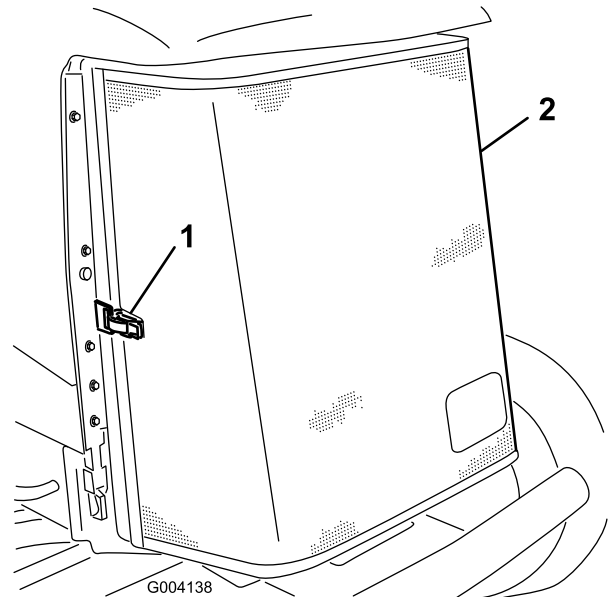

Figura 136
3. Desfaceți clema și deschideți prin pivotare ecranul spate (Figura 136).